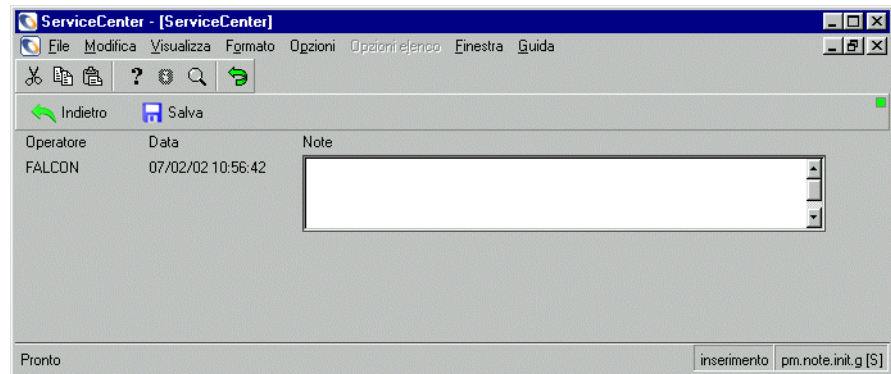

Figura 6-29: Note di Gestione incidenti
- 1 Selezionare **Opzioni > Note** da un ticket di incidente esistente. Verrà visualizzato il modulo delle note (Figura 6-29).